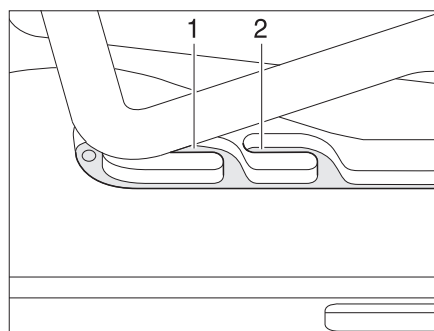
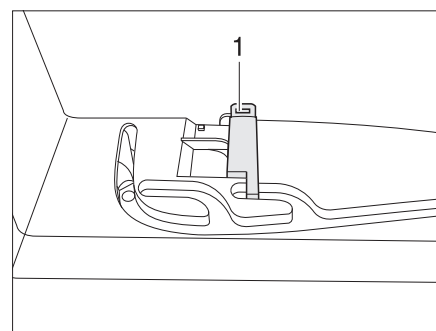

Fig. 83 Claraboya Heki en posición de ventilación
Fig. 84 Bloqueo de la posición de ventilación
La claraboya Heki se puede colocar en dos posiciones de ventilación: Posición de mal tiempo (Fig. 83,1) y posición mediana (Fig. 83,2). Según el modelo, la claraboya podrá ser bloqueada en la posición mediana con el pestillo (Fig. 84,1).
- Presionar el estribo ligeramente hacia arriba y empujarlo en la guía seleccionada (Fig. 83,1 ó 2) y, si fuera necesario, bloquearlo.